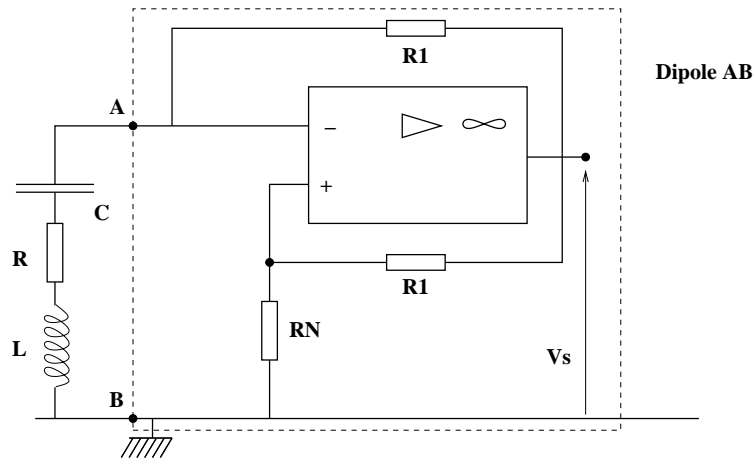

FIG. 4.3 – Oscillateur à résistance négative
- On considère le schéma de la figure 4.3, pour lequel on prendra pour R_N une résistance variable et $R_1 = 10 \text{ k}\Omega$.
- Réaliser le montage de la figure 4.3 étudié en cours. Ne pas oublier l'alimentation de l'AO (composant actif) en +12 V et -12 V. On prendra $R_1 = 10 \text{ k}\Omega$ (voir sur la maquette), $L = 0,155 \text{ H}$ (ou la valeur la plus proche disponible sur la paillasse), $C = 1 \mu\text{F}$, $R = 1 \text{ k}\Omega$. On observera $V_s(t)$ à l'oscilloscope.